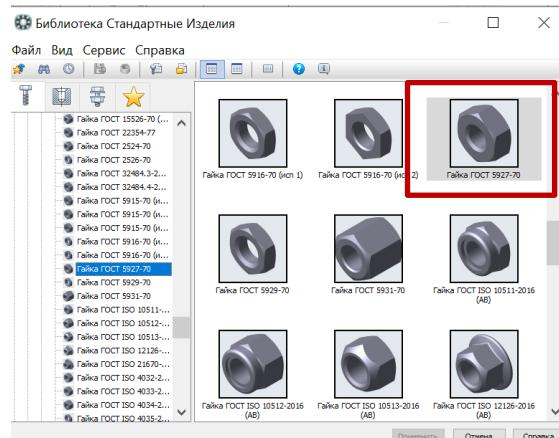

Рис. 47 Выбор Гайки из Библиотеки Стандартные изделия
- **Библиотека Стандартные Изделия – Крепежные изделия – Гайки – Гайки шестигранные.** Выбрать гайку по ГОСТ 5927–70 (рис. 47).